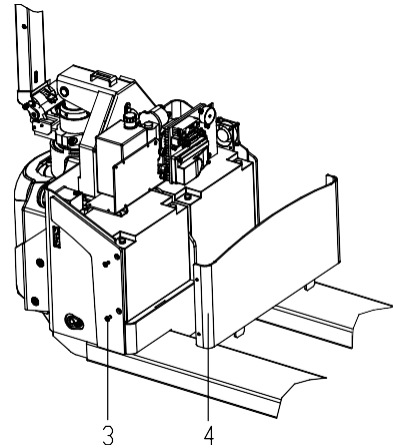

Рис. 7
- Отвинтите винт (3) и снимите задний кожух (4) (см рис. 7).